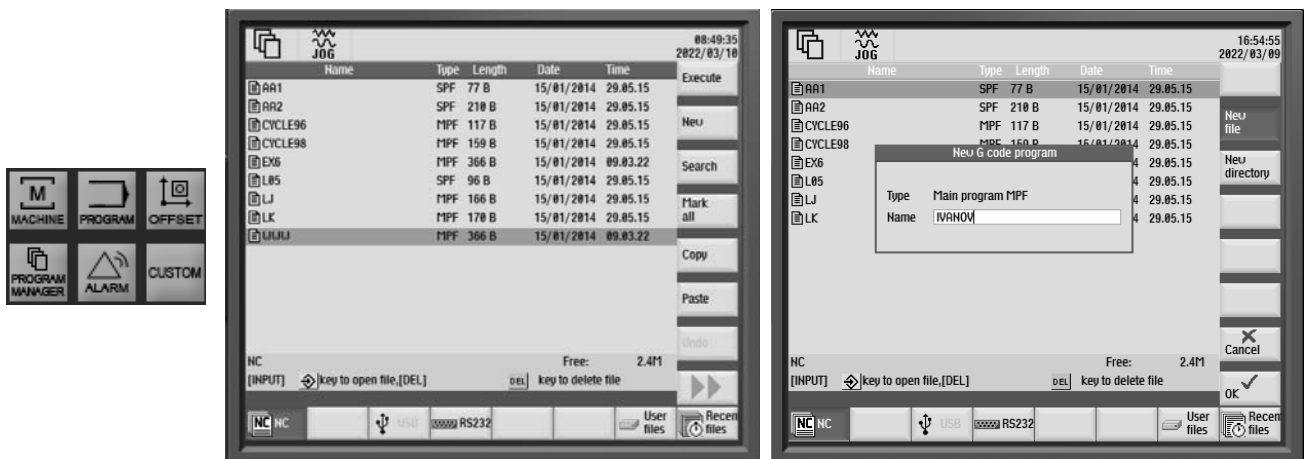

Рисунок 2.4 – Добавление новой управляющей программы
4.1 Нажать клавишу «PROGRAM MANAGER» (рисунок 2.4).
4.2 Нажать клавишу «New», ввести имя программы. Присвоить имя программы по фамилии студента и нажать клавишу «ОК» (см. рисунок 2.4).